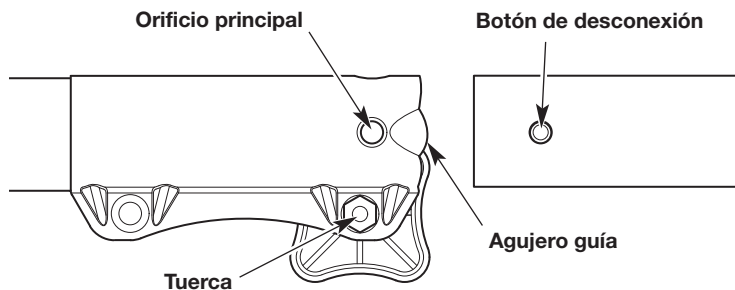

Fig. 4
4. Alinee el botón de liberación con el embutimiento de la guía (Fig. 4).
5. Presione el accesorio directamente dentro del acoplador hasta que el botón de liberación encaje a presión firme del orificio principal (Fig. 4).
**NOTA:** No ajuste demasiado la tuerca (Fig. 4).
3. Oprima y mantenga apretado el botón de liberación (Fig. 4).